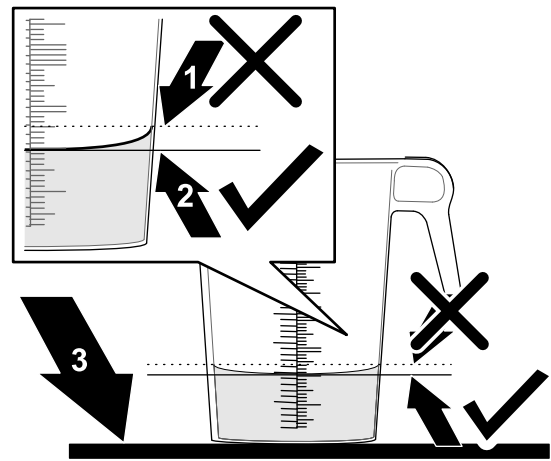

図 47
6. 目盛付き容器を水平な場所において回収された水量を調べる 図 47